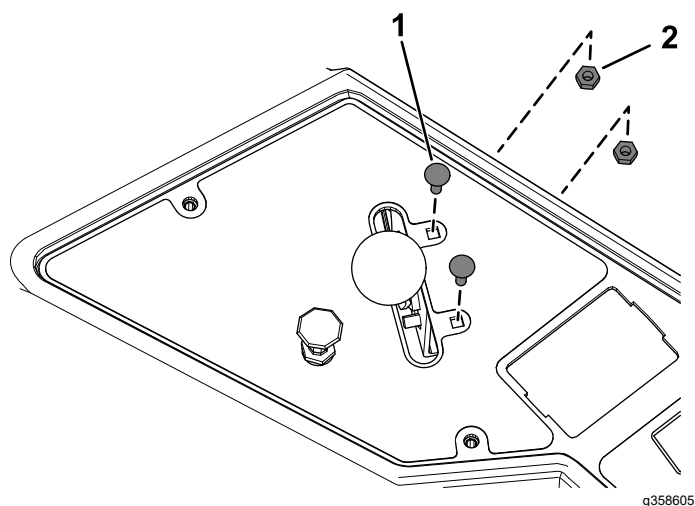

Figure 20
2. Retirez les 2 boulons et les 2 écrous qui fixent le levier d'accélérateur sur le panneau de commande (Figure 20).